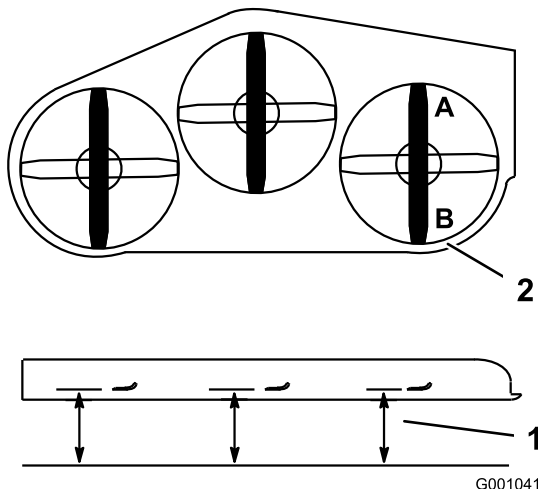

Рисунок 89
2. Расположите один нож в продольном направлении. Измерьте высоту в точках **А** и **В** от горизонтальной поверхности до режущей кромки на конце ножа (Рисунок 89).